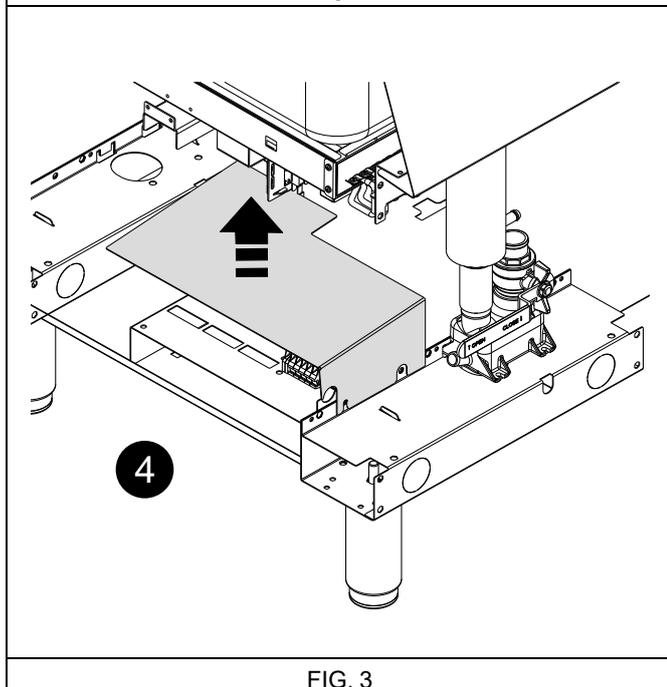

FIG. 3
1. Svitare il raccordo a vite "H" (vedere FIG. 3);
4. Allentare le viti del pannello di protezione della morsetteria per farlo scorrere verso l'alto (vedere dettaglio 4 —FIG. 3).